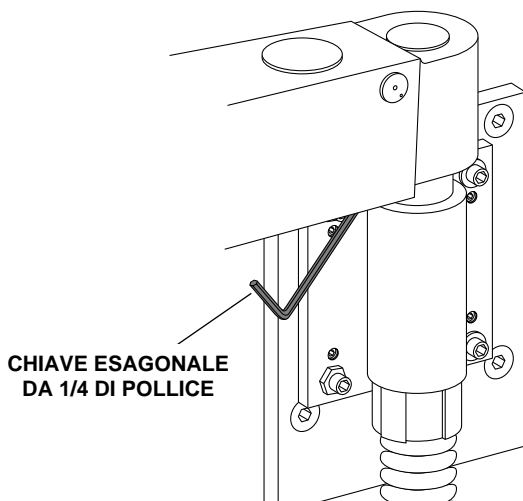

Figura 7. Regolazione della tensione della molla del braccio
1. Individuare la vite di regolazione nella parte inferiore del braccio (vedere la Figura 7).